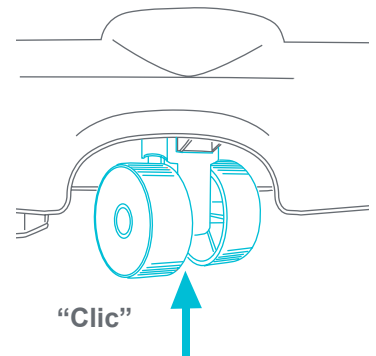

Fig. 7b
- Tire de la rueda hacia arriba hasta que haga clic en la base (Fig. 7b). Repita por el otro lado.